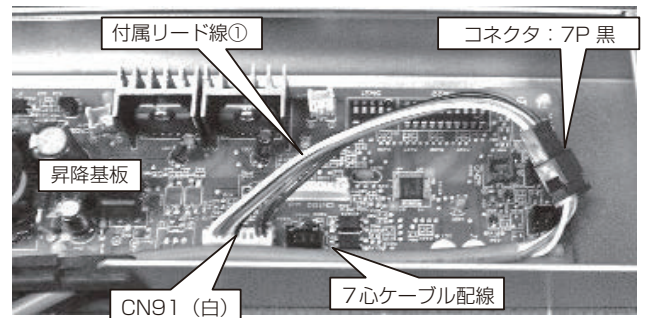

図9-2
- 3) パネルからの 7 心ケーブル線のコネクタ (7P クロ) を付属のリード線①を使用して昇降基板 CN91 (シロ) に確実に差込んでください。(図9-2)